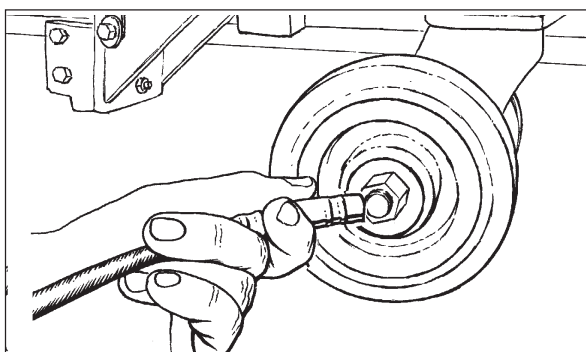

Figura 30
4. Utilice una bomba de engrase para lubricar las articulaciones dobles. Ver figura 30